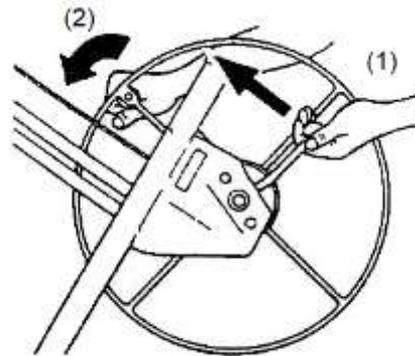

Abbildung 2
- a. Halten Sie das Windenrad und den Bremshebel wie in Abb. 2 dargestellt **(1)**. Das Windenrad vorsichtig vorwärts drehen **(2)**, dabei langsam den Bremshebel und damit die Bremse lösen.